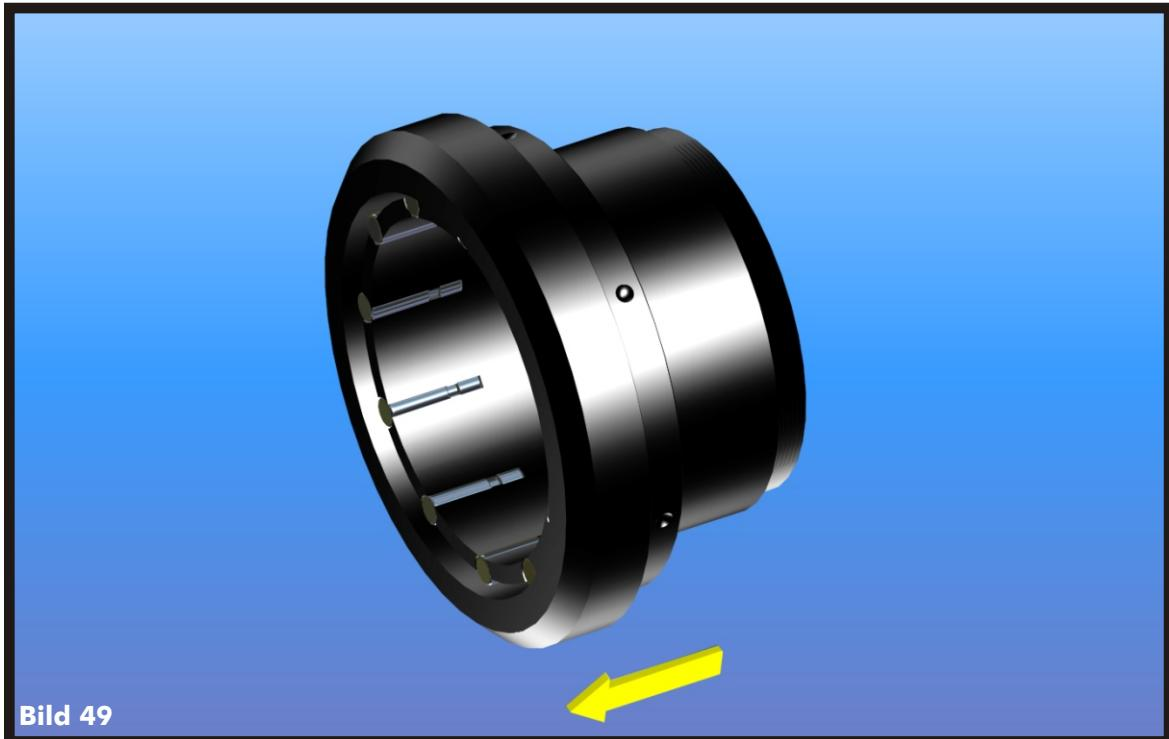

Bild 49
- > **Schieben Sie den Zylinder soweit nach vorne, bis die Glätt-Rollen eingeklemmt werden. Achten Sie dabei unbedingt auf den korrekten Sitz der Glätt-Rollen im Käfig (Bild 49).**